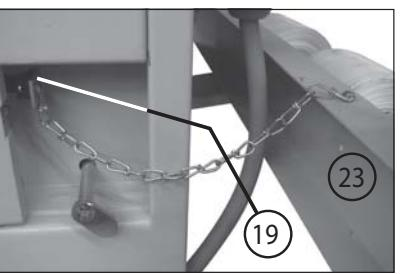

Fig. 3
- 19 = Bloqueio do interruptor final (fig. 3)
- a) a ripa de emergência-desligação (14) está desbloqueada (puxar o carril vermelho names para fora);
- b) o interruptor de bloqueio (2) está desbloqueado (girar a chave para a direita);
- c) o interruptor principal (1) está ligado (1) (posição "1");
- d) a chave de accionamento do bloquieio do interruptor final (19) (fig. 3) no interruptor final está metida no compressor; e
- e) a válvula de enchimento (30) e também a válvula de extracção (31) e a tampa (27) estão fechadas.